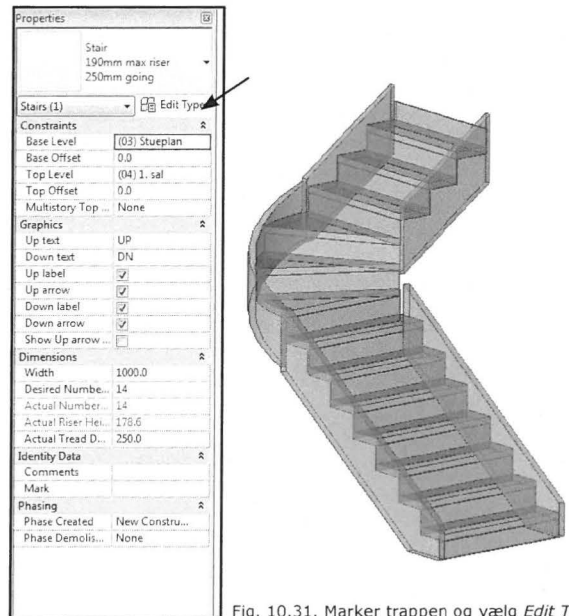

Fig. 10.31. Marker trappen og vælg *Edit Type*.
- Marker trappen og vælg *Edit Type* (Fig. 10.31).